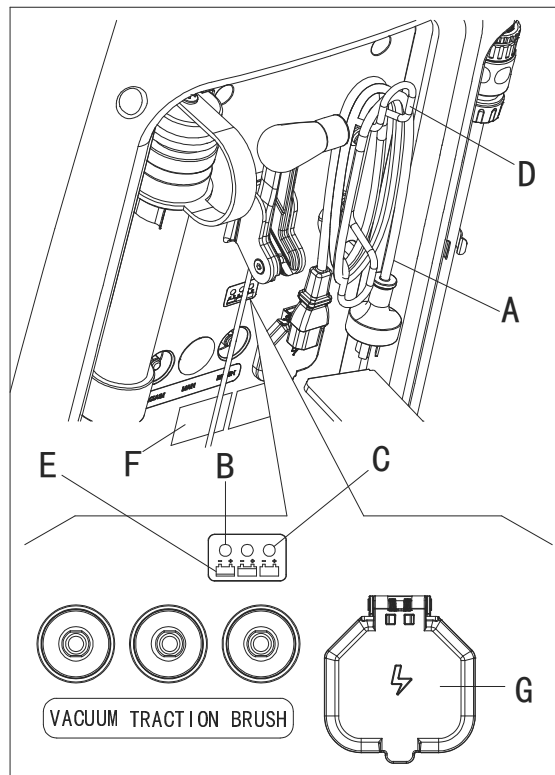

Рисунок 17
- Подключите кабель зарядного устройства (А, Рис. 17) к сети электропитания (G) (электрическое напряжение и частота должны быть совместимы со значениями зарядного устройства, указанными на табличке с серийным номером машины (F)). Когда зарядное устройство подключено к сети электропитания, все функции машины автоматически выключаются. Если красный предупредительный световой сигнал (B) на панели управления зарядного устройства горит, зарядное устройство заряжает батареи.
- Когда включается зеленый предупредительный световой сигнал (C), зарядка батарей завершена.
- Когда зарядка батарей завершена, отсоедините кабель зарядного устройства (А) от сети электропитания (G) и замотайте его вокруг корпуса (D).
Для получения дополнительной информации о работе зарядного устройства (Е, Рис. 17), смотрите соответствующее Руководство.